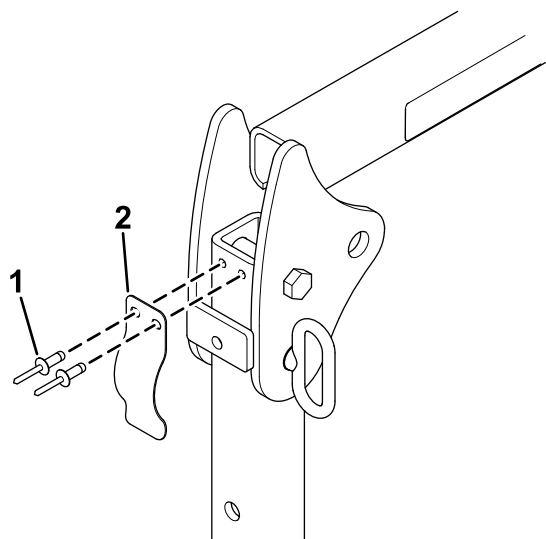

図 22
1. ロールバーを下げた状態で、ロールバーの両側からガタつき防止用のリーフスプリング (図 22) を取り外す。